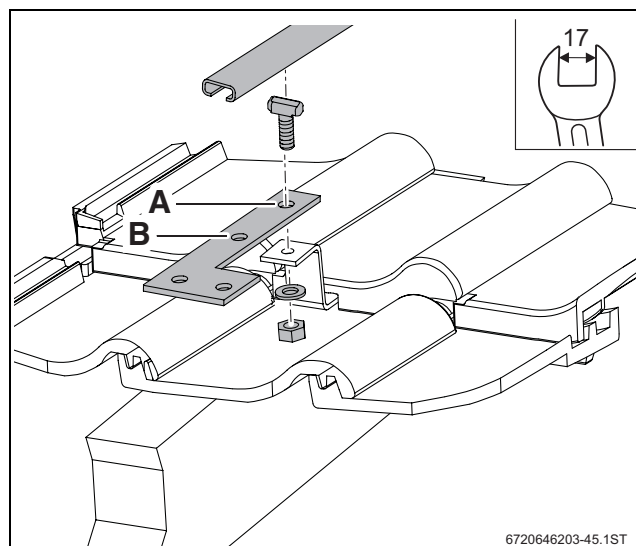

Fig. 27 Înșurubarea șinelor cu piesa de legătură în formă de L și brida de reținere (aici: la poziția A)
- ▶ Înșurubați șinele cu piesa de legătură în formă de L și brida de reținere conform tabelului 13 (→ Fig. 27).